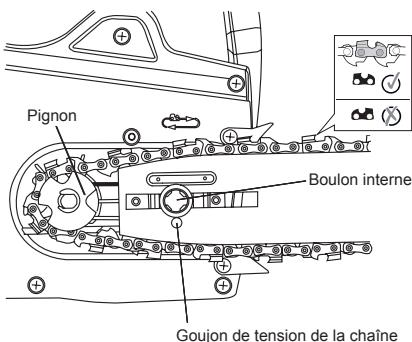

Fig. 21
4. Placez la chaîne de scie autour du pignon (Fig. 21) tout en alignant la fente dans le guide-chaîne avec le boulon interne à la base de la scie et le goujon de tension de la chaîne dans l'orifice du guide-chaîne (Fig. 18). Il se peut que le goujon de tension de la chaîne doive se faire ajuster afin de bien s'aligner avec l'orifice dans le guide-chaîne. Utilisez la roue tendeuse de la chaîne pour ajuster son emplacement jusqu'à ce qu'il s'emboîte dans le guide-